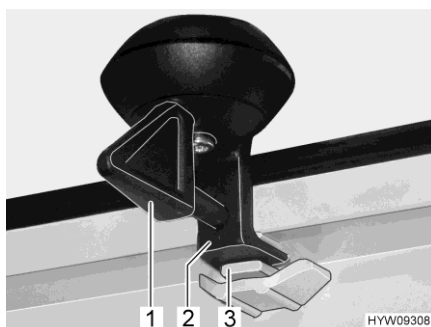

Bild 46 Lås (ventilationsläge)
- Vrid spaken (Bild 46,1) ett kvarts varv. Låset (Bild 46,2) måste glida in i det övre spåret (Bild 46,3).